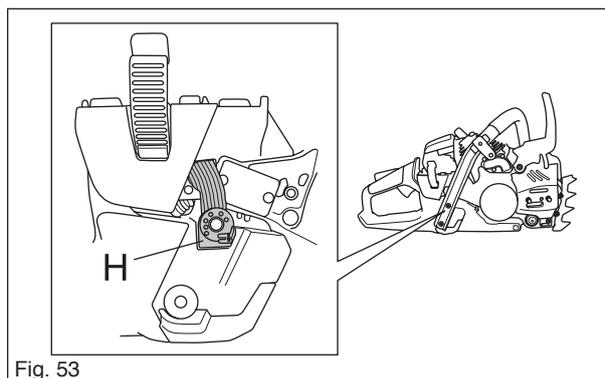

Fig. 53
5. Afloje el limitador de movimiento H (fig. 53).
4. Presione el limitador de movimiento H en su posición (fig. 53).